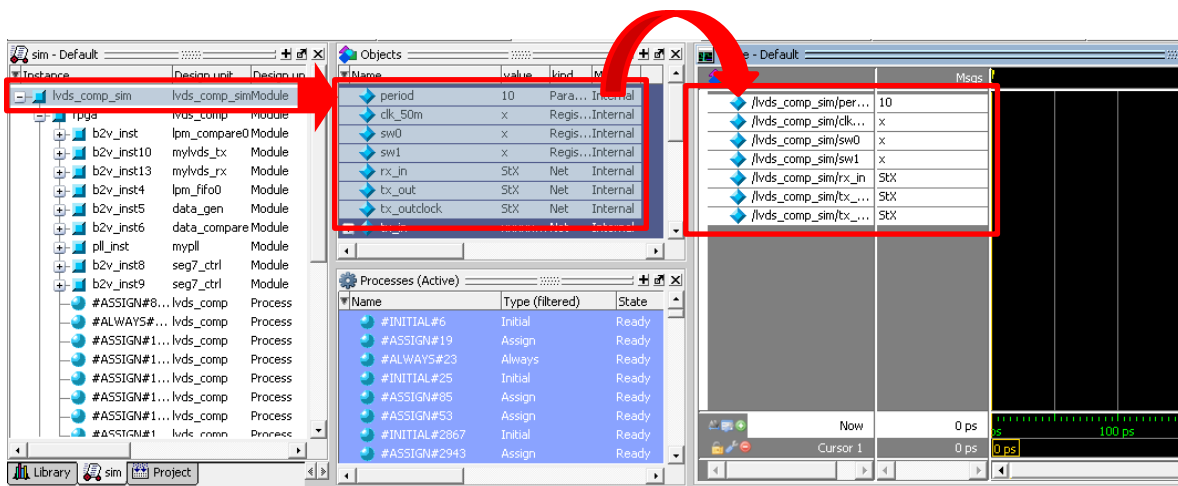

図 3-6-1 Wave ウィンドウへ信号を追加
- ③ メイン・ウィンドウ内に Wave ウィンドウが表示されます。
- ④ sim ウィンドウの目的のユニットを指定します。Object ウィンドウに表示されたユニット内の信号から、検証したい信号を選択して Wave ウィンドウヘドラッグ&ドロップで移動します。(図 3-6-1)